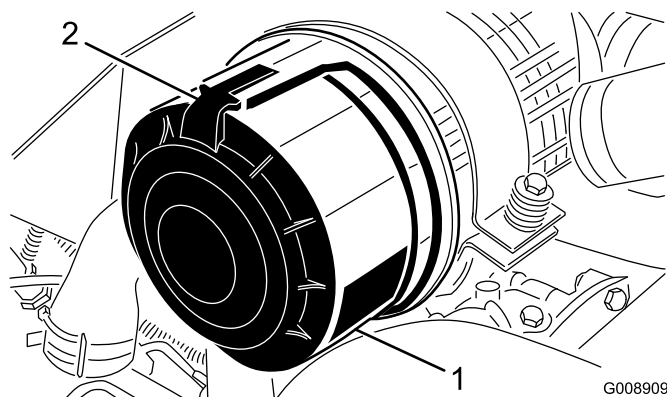

図 59
1. エアクリーナのカバーをボディーに固定しているラッチを外す(図 59)。